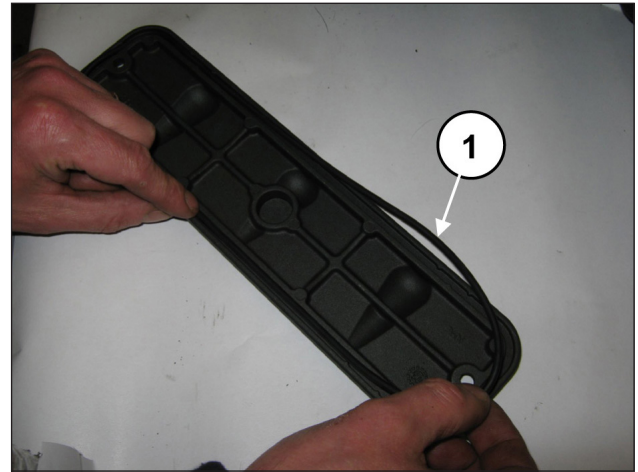
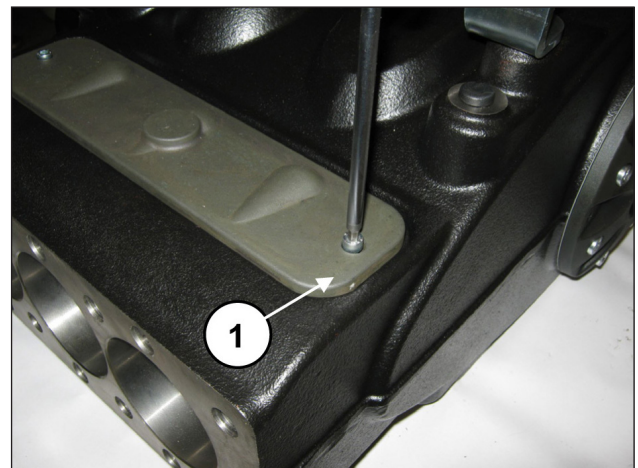

Fig. 93
Fig. 94
Coloque as tampas de inspeção com O-ring (pos. ①, Fig. 93) e aperte com 2 parafusos M6x14 (pos. ①, Fig. 94) e 2 parafusos M6x40.